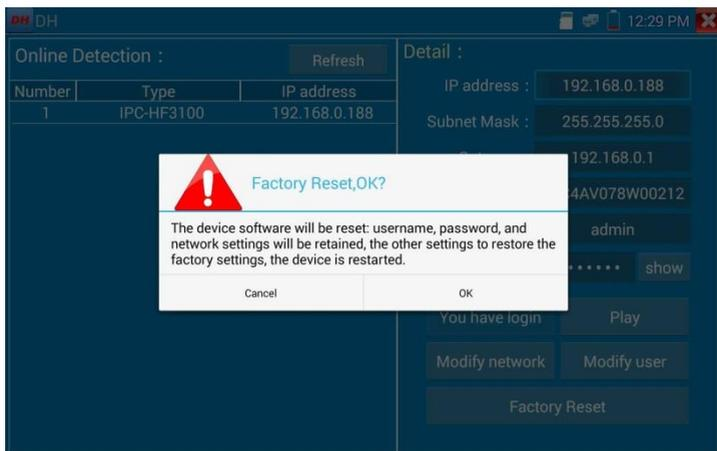

Рис. 152 Сброс к заводским настройкам
6. Для сброса настроек видекамеры к заводским воспользуйтесь кнопкой «Сброс к заводским настройкам» (Factory Reset) рис. 152